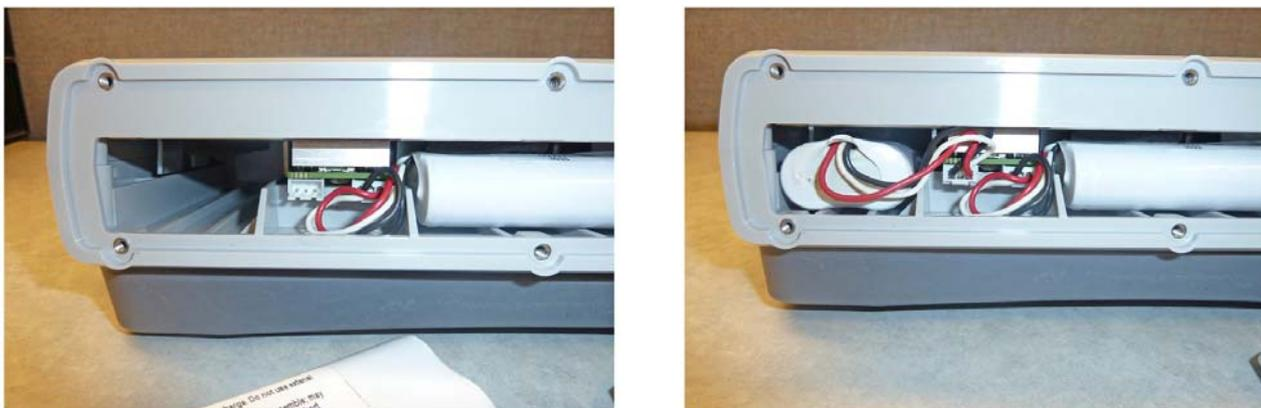

Рисунок 9-4. Установка второго аккумулятора
4. Установите новые аккумуляторы в двухсекционный отсек и подключите разъемы аккумуляторов (рис. 9-4).